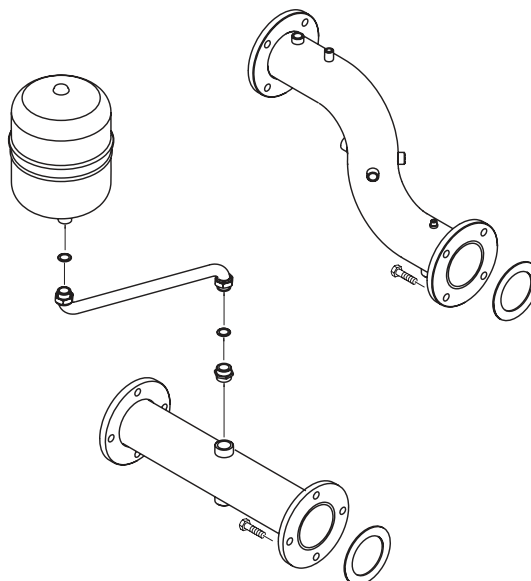

Fig. 7
**(debe solicitarse por separado) (fig. 7)**